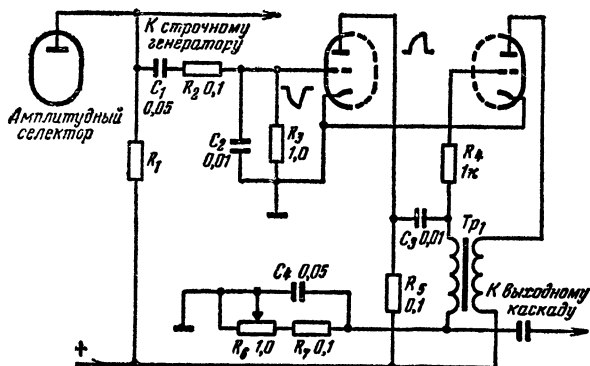
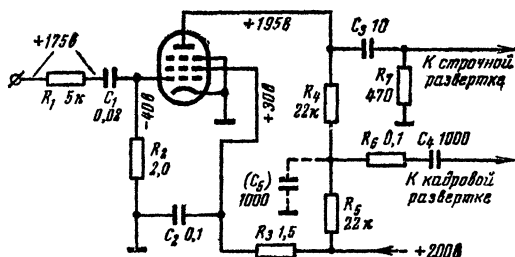

Рис. 37. Схема интегратора кадровых синхроимпульсов с разделительным каскадом.
Рис. 34 Схема простого амплитудного селектора без разделительного каскада.
**Н.** — Именно такой делитель использован в нашем телевизоре (рис. 35). В общем схема амплитудного селектора аналогична схеме на рис. 34, но в помощь ему придан триод, цепь управляющей сетки
Н. — В схеме же на рис. 37 триод выполняет, по-видимому, лишь роль усилителя.
Л. — Схема на рис. 36 ничем не отличается в этом отношении от схемы на рис. 34. Что же касается схемы на рис. 37, то...